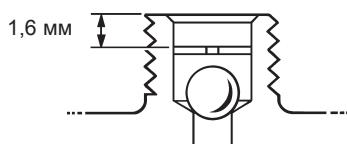

Рис. 3
- Открутите крышку (1).
- Теперь можно снять поплавок (4) и открутив два винта (8) снять весь механизм.
- Стопорная шайба должна устанавливаться на расстоянии 1,6 мм от верхнего среза (см. Рис. 3).